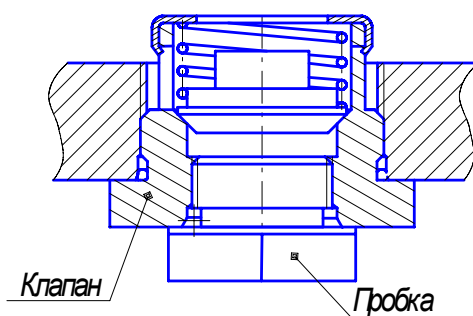

Рис. 2.
1.2. С целью улучшения условий работы оператора и обеспечения слива моторного масла в тару без потерь сливные пробки картера дизеля заменены клапанами (рис.2), а в ЗИП введен рукав сливной.